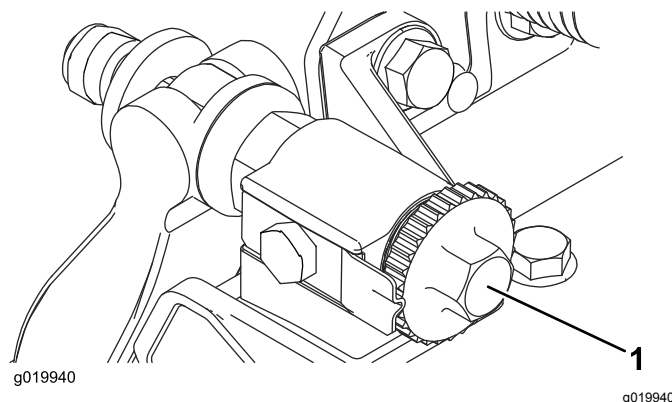

Figura 8
2. Rode os parafusos de ajuste da barra de apoio no sentido contrário ao dos ponteiros do relógio para assegurar que a barra de apoio não entra em contacto com o cilindro (**Figura 8**).